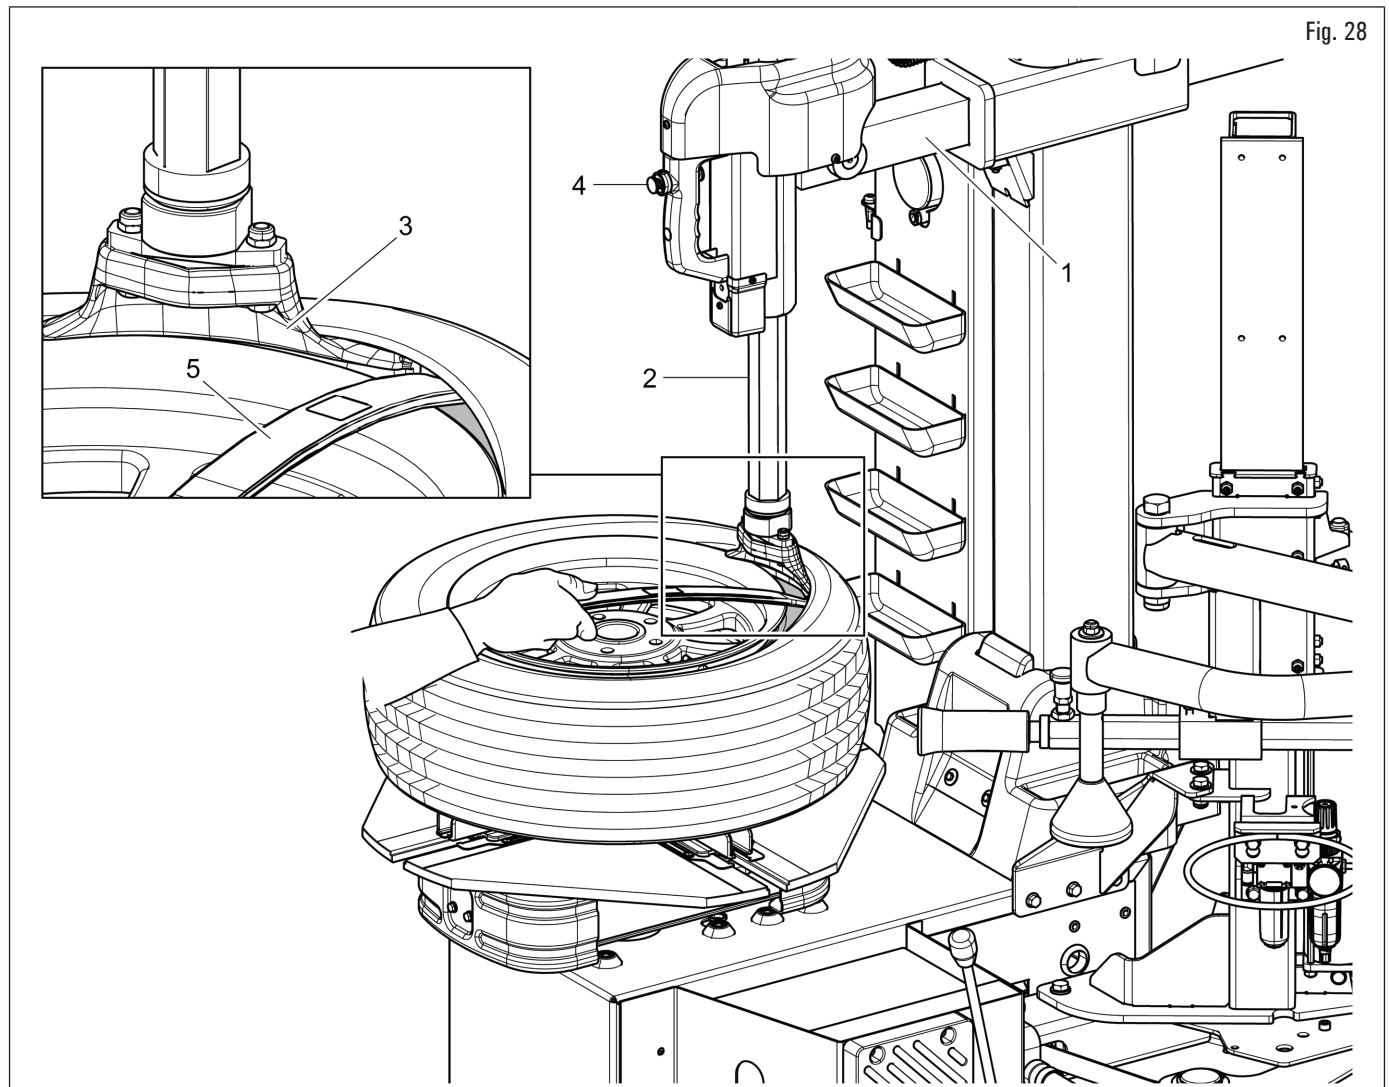

Fig. 28
Después de haber bloqueado la rueda, se procede al desmontaje del neumático siguiendo las siguientes instrucciones, con referencia a la Fig. 28:
2. predisponer el brazo operativo (Fig. 28 ref. 1) en posición de trabajo;
3. desbloquear el eje hexagonal (Fig. 28 ref. 2) y posicionar la cabeza útil (Fig. 28 ref. 3) apoyado en sentido radial y vertical en la llanta y bloquearlo con el pulsador ubicado en la manija (Fig. 28 ref. 4);
4. con el auxilio de la palanca (Fig. 28 ref. 5) forzar en el borde del neumático posicionándolo en la uña de la cabeza útil (Fig. 28 ref. 3);
Si el borde del neumático, en neumáticos particularmente "duros" desciende de la cabeza útil, antes de girar el mandril en el sentido de las agujas del reloj, hacerlo girar por algunos centímetros en el sentido contrario a las agujas del reloj, manteniendo la leva (Fig. 28 ref. 5) en posición.